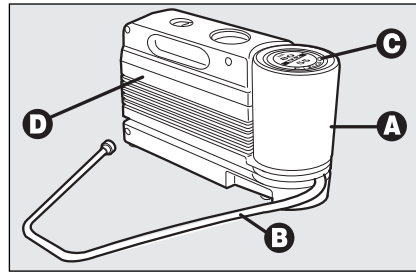

fig. 14
De set **fig. 14** bevindt zich in de bagageruimte. In de houder van de bandenreparatieset zijn ook de schroevendraaier en het sleepoog te vinden.
- een spuitbus **A-fig. 14** met afdichtvloeistof, die voorzien is van: